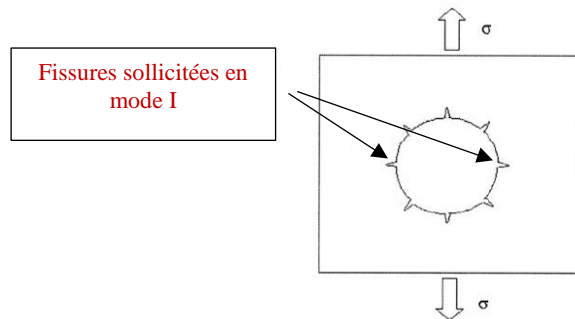

FIG. 5 - Trou de rivetage en présence de fissures.
2.2.1.a Sur la figure 5, quelles seront les fissures les plus sensibles à la rupture brutale ? Justifiez le raisonnement.